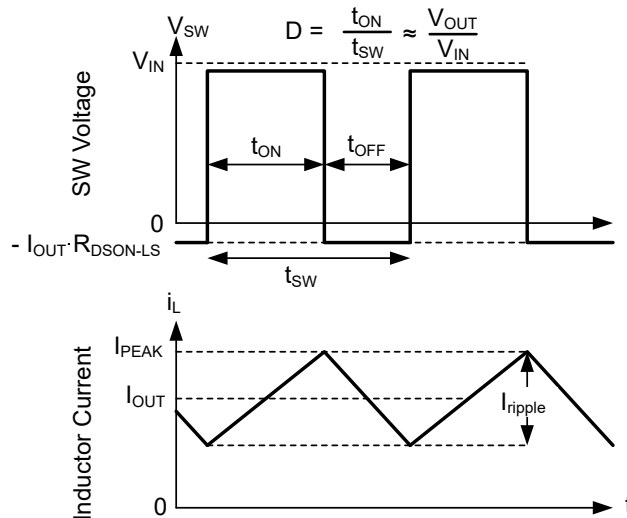

图 7-16. 连续导通模式 (CCM) 下的 SW 电压和电感器电流波形
有关器件的以下运行说明，请参阅节 7.2 和图 7-16 中的波形。在 CCM 中，该器件以变化的占空比 (D) 打开内部高侧 (HS) 和低侧 (LS) 开关，从而提供稳定的输出电压。在 HS 开关导通期间，SW 引脚电压 V_{SW} 摆动至大约 V_{IN} ，电感器电流 i_L 以线性斜率增加。HS 开关由控制逻辑关闭。在 HS 开关关闭时间 t_{OFF} ，LS 开关打开。电感器电流通过 LS 开关放电，这会强制 V_{SW} 通过 LS 开关两端的压降摆动到地电位以下。转换器环路调节占空比以保持恒定的输出电压。D 由 HS 开关在开关周期内的导通时间定义：